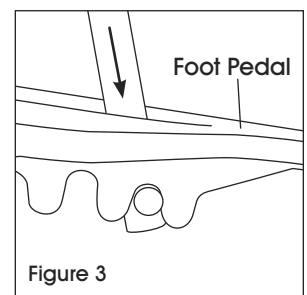

Figure 3
2. Drop T-shaped end through open slit of foot pedal and twist to lock in small notches on underside of foot pedal. (See Figure 3)
2. Déposez l'extrémité en T à travers la fente ouverte de la pédale et tournez-la pour la verrouiller dans les petites encoches sur le dessous de la pédale. (Voir Figure 3)